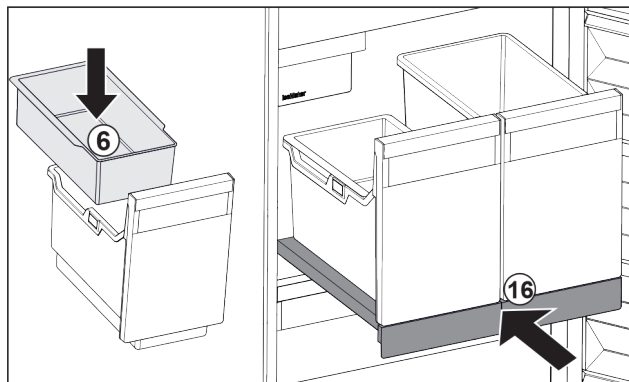

Fig. 107
- ▶ Vsad'te závěsnou misku Fig. 107 (6) pro kostky ledu.
- ▶ Zasuňte vysouvací přihrádku s nádobou (IceTower). Fig. 107 (16)